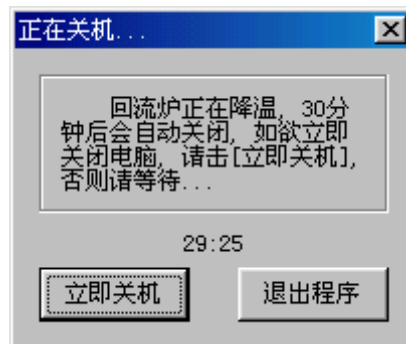

图 5-7
- 2、单击[否(N)]，仍退到主窗口；单击[是(Y)]会退出控制系统，屏幕出现[正在关机...]倒计时对话框，如图 5-7 所示。炉子加热系统关闭，设备的链、网传输运动空转 30 分钟达到冷却后自动关闭。（在此期间如非特殊需要，请不要立即关机、不要关闭倒计时对话框）。